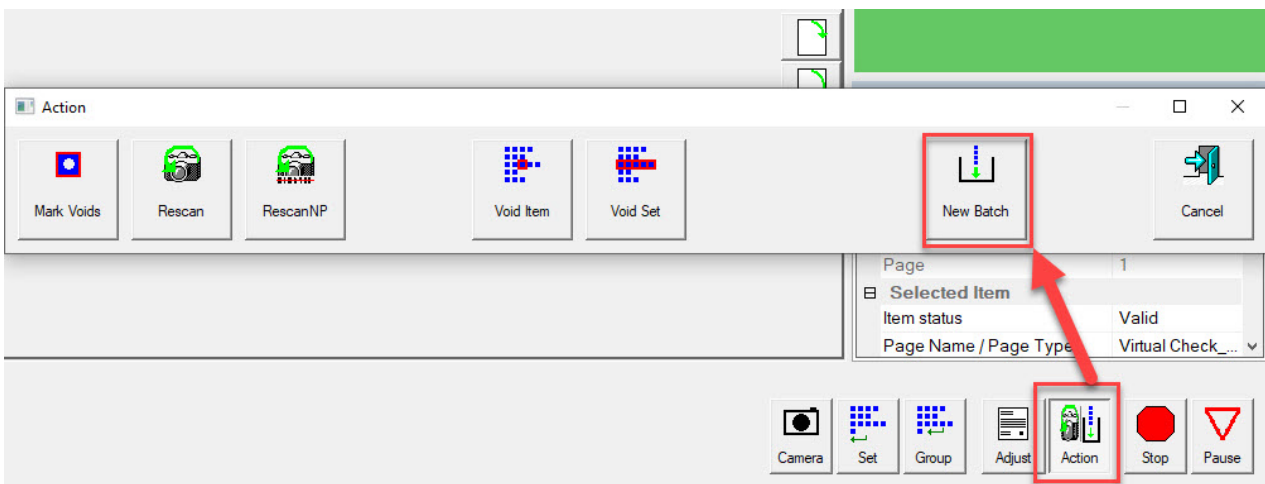

Figura 4-12: Acción - Lote nuevo
- Mientras el trabajo se está ejecutando, haga clic en el botón **Acción** y seleccione el botón **Lote nuevo** para empezar un lote nuevo con el siguiente artículo escaneado (Figura 4-12).